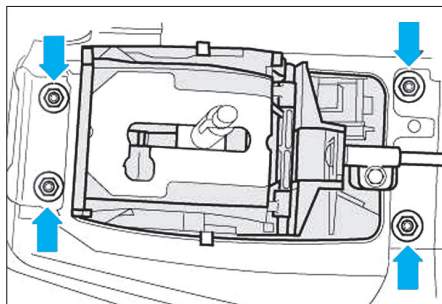

Fig. 25
- Déposer les quatre écrous (flèches) fixant le boîtier sélecteur (Fig.25).